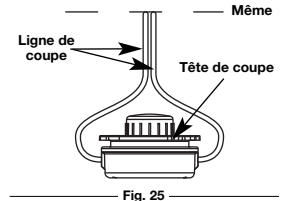

Fig. 25
2. Insérez un bout de ligne de coupe précoupé, P/N 49UFSHLL953, dans l'œillet sur la bobine externe (Fig. 25).
4. Ajustez la ligne afin que les deux extrémités soient de longueur égale (Fig. 25).